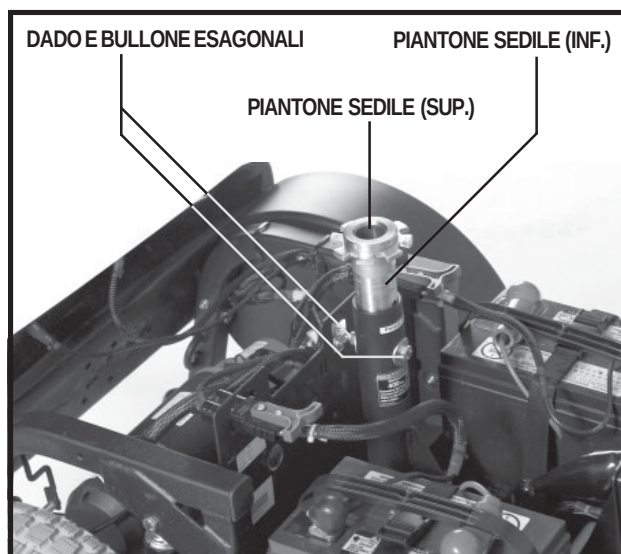

Figura 14. Regolazione dell'altezza del sedile
3. Con le due chiavi da 17 mm, allentare e togliere dado e bullone esagonali. Si veda figura 14.